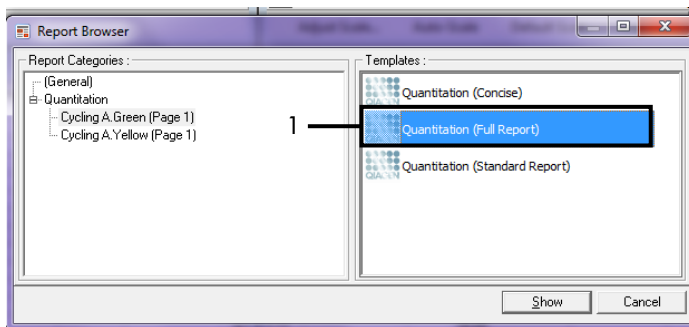

Figure 38. Rapport de quantification (Rapport complet) (1).
10. Sélectionner Quantitation (Full Report) (Quantification [rapport complet]) sous « Templates » (Modèles) (figure 38).